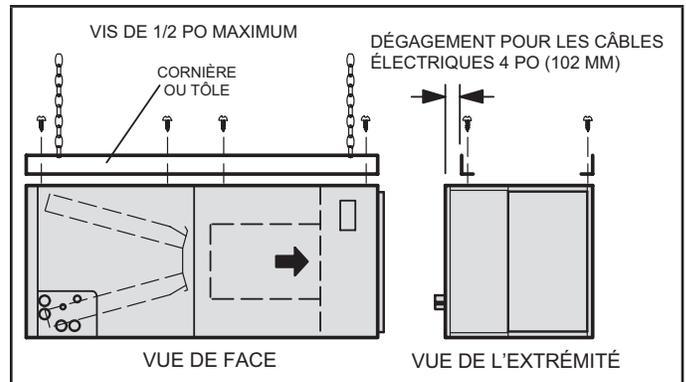

FIGURE 3. Suspension d'une unité horizontale
- 2 - Si l'unité est suspendue, elle doit être supportée sur toute sa longueur. Lorsqu'une chaîne ou une bande métallique est utilisée, fixez un morceau de cornière ou de tôle sur l'unité (au-dessus ou en dessous) de manière à ce que toute la longueur de l'unité soit supportée. Utilisez des vis de 1/2 po de long maximum de manière à ne pas endommager le serpent ou le filtre comme illustré à la figure 3. Connectez les plénums d'alimentation et de retour d'air à l'aide de vis à tôle.
12 - Si l'unité est suspendue, elle doit être supportée sur toute sa longueur. Lorsqu'une chaîne ou une bande métallique est utilisée, fixer un morceau de cornière ou de tôle sur l'unité (au-dessus ou en dessous) de manière à ce que toute la longueur de l'unité soit supportée. Utilisez des vis de 1/2 po de long maximum de manière à ne pas endommager le serpentin ou le filtre comme illustré à la figure 3, page 6. Connectez les plenums d'alimentation et de retour d'air à l'aide de vis à tôle.